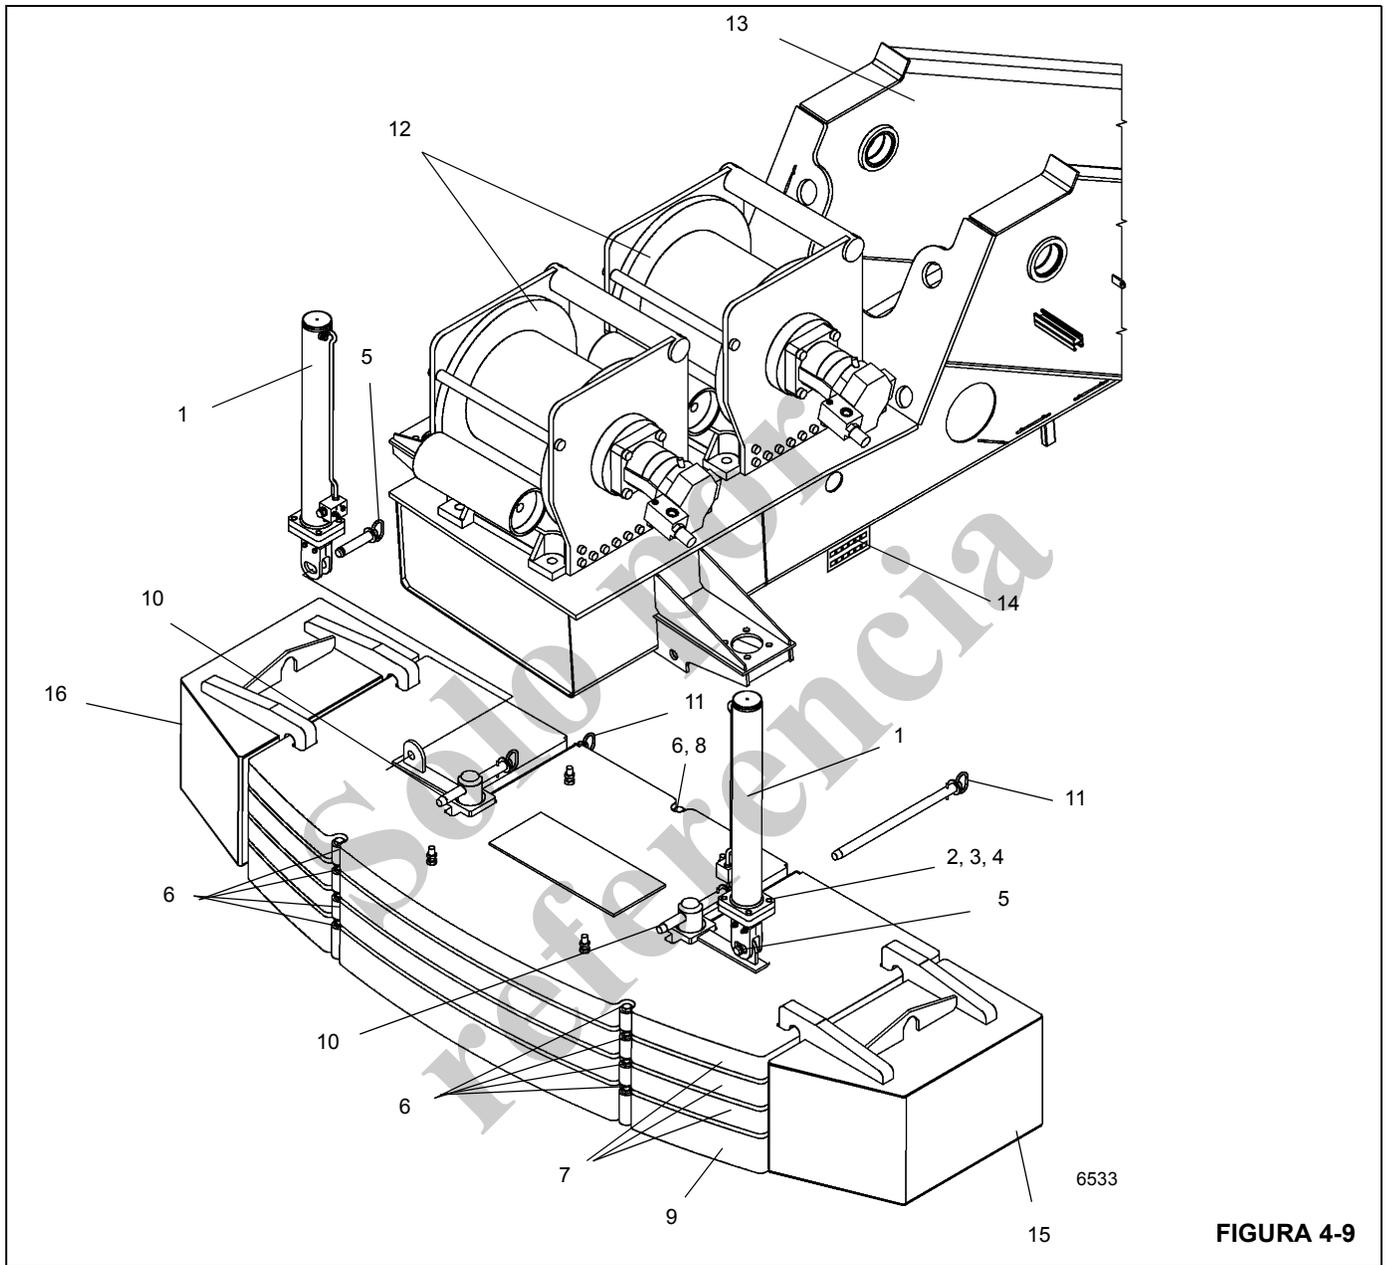

FIGURA 4-9
Los procedimientos siguientes corresponden para el retiro e instalación de cualquiera de los componentes (Figura 4-9).
**NOTA:** Podría ser necesario mover el contrapeso levemente y de modo intermitente con los interruptores (Figura 4-9) para poder instalar los pasadores de fijación superiores.